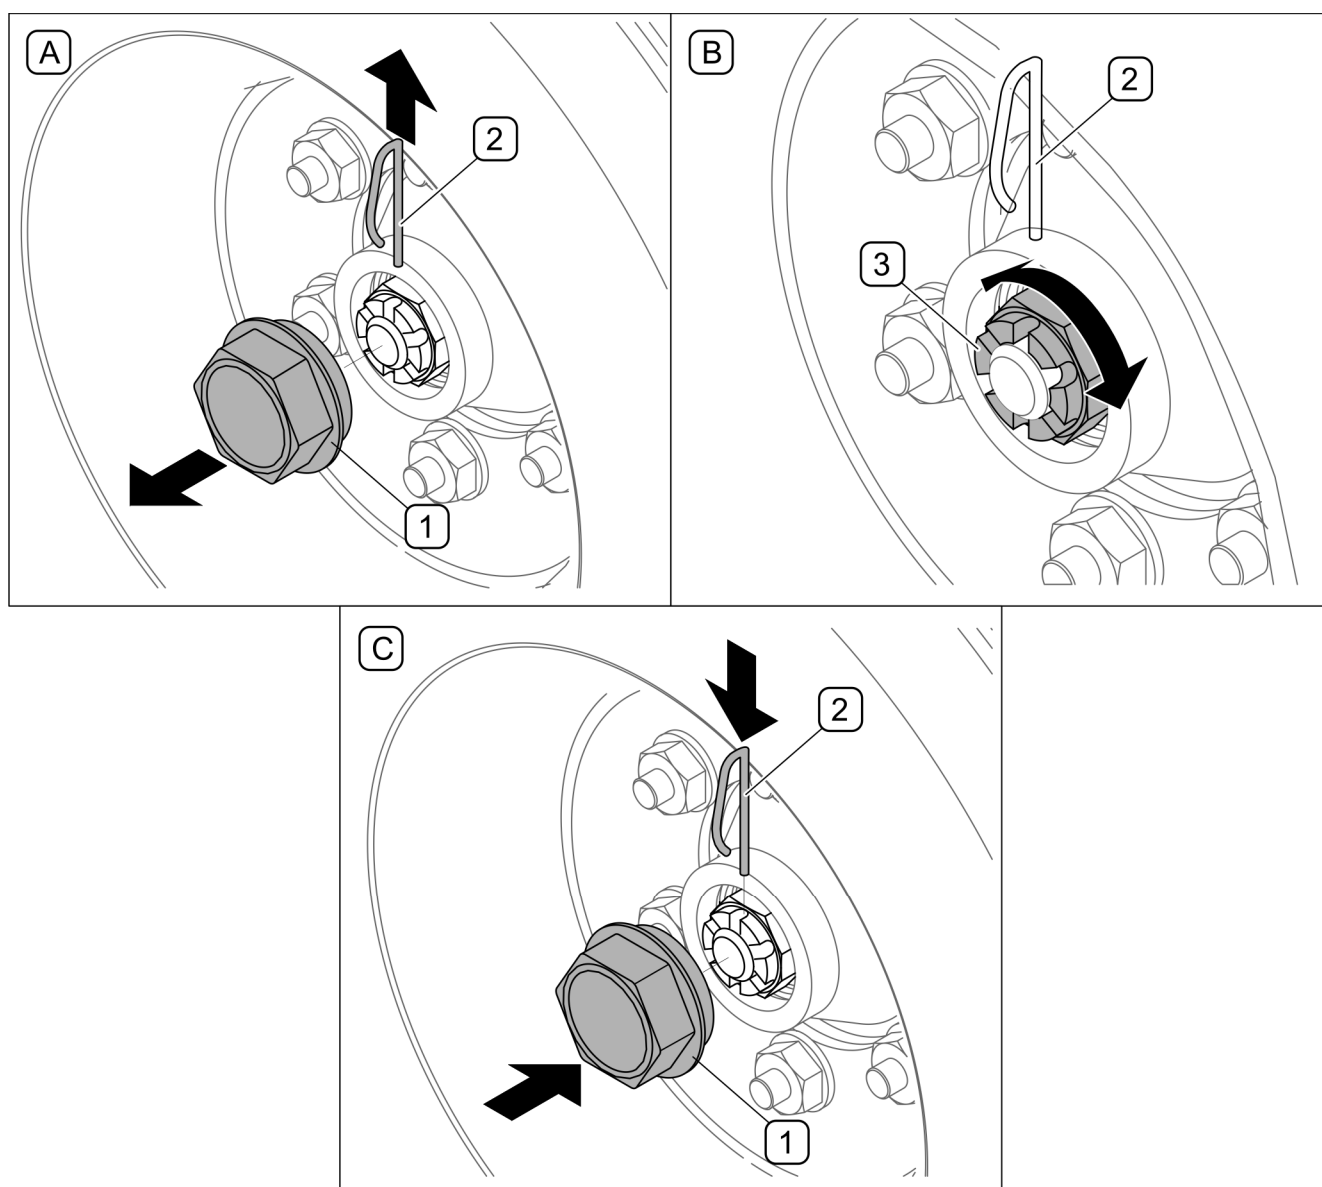

РИСУНОК 5.31 Регулювання підшипників ходових коліс
- Якщо колеса має надмірний люфт, зняти кришку ступиці (1), а також зняти шплінт (2), (А, РИСУНОК 5.31)
- Повертаючи колесо, затягнути коронну гайку (3) до повного гальмування колеса. Відкрутити гайку на 1/3 оберту, так щоб найближча канавка для шплінта (2) співпала з отвором ступиці (В, РИСУНОК 5.31)
- Застопорити коронну гайку шплінтом (2) і встановити кришку ступиці (1) (С, РИСУНОК 5.31). Колесо повинно обертатися плавно, без затинань і відчутного опору, який не виникає від тертя гальмівних колодок об барабан